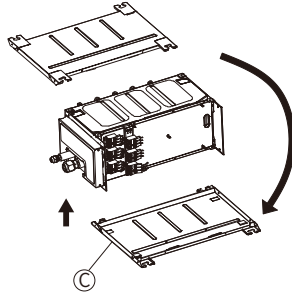

图10-4
- ③ 按图所示将顶面板安装在对面 (图10-4)
- ④顶面板